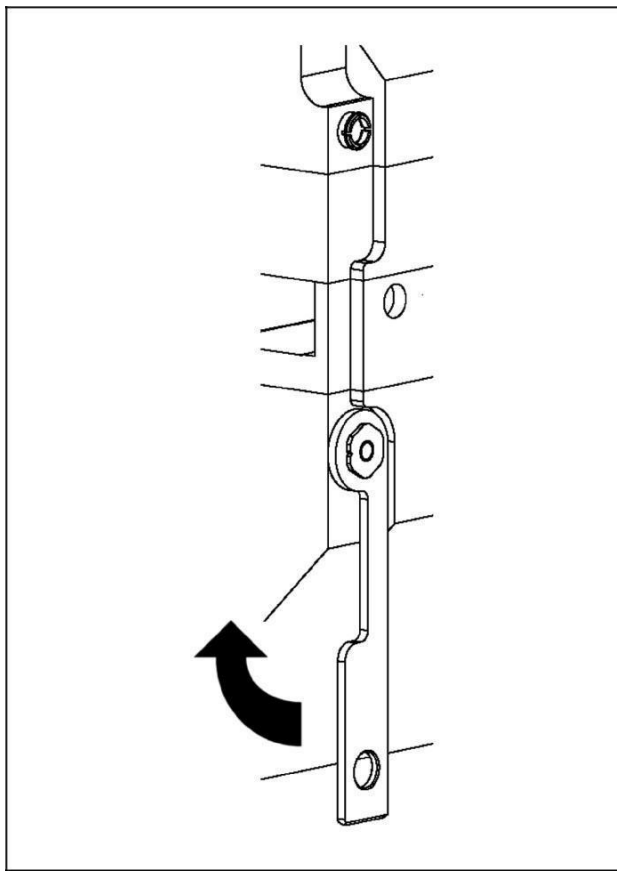

Рис. 7. Фіксатор (відкритий)
- Поверніть фіксуючий важіль вниз як показано на Рис. 7.